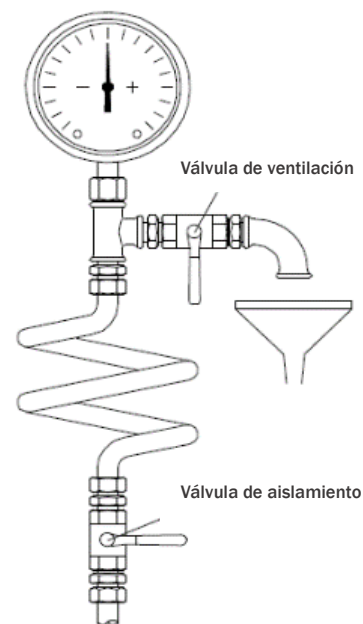

Fig.7
- Los manómetros y vacuómetros deben conectarse correctamente en los puntos de medición, aproximadamente en 2D cerca de las bridas con tubos de aproximadamente 8 mm de diámetro y de cola de cerdo para disminuir la fluctuación de la presión. Las válvulas de aislamiento y ventilación deben instalarse antes de los manómetros (**Fig. 7**).